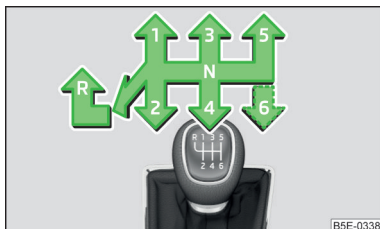

Fig. 245
» fig. 245.
- Placez le levier de vitesse complètement vers le bas et vers la gauche plus vers l'avant en position **R** » fig. 245.